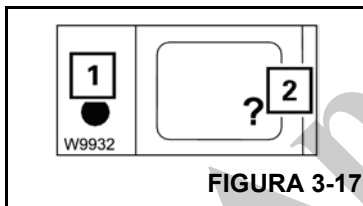

FIGURA 3-17
Para determinar qual é o erro, é preciso abrir o submenu de erros pressionando o botão ? (2) (Figura 3-17). O botão apenas se ativa quando a lâmpada (1) pisca ou acende.